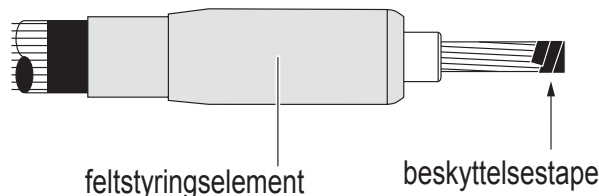

Fig. 11
10) Feltstyringselementet skubbes på isolationen i én sammenhængende bevægelse, indtil underkanten flugter med markeringstapen, se fig. 11.